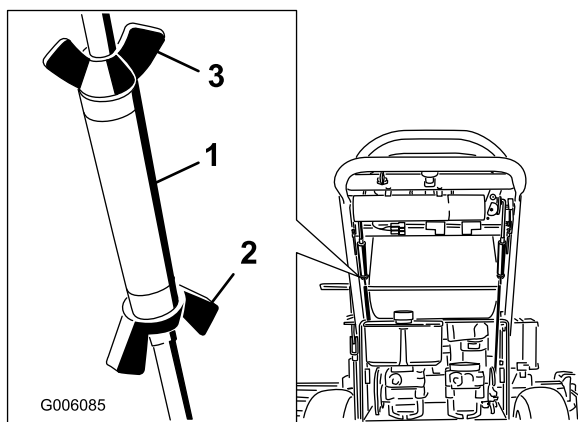

Figure 38
3. Desserrez les écrous à oreilles sur la tige de commande droite et tournez le tendeur dans un sens ou dans l'autre pour que le levier de commande droit soit centré en position de verrouillage au point mort. Fixez le tendeur en position avec les écrous à oreilles (Figure 38).
4. Desserrez les écrous à oreilles sur la tige de commande gauche et tournez le tendeur dans un sens ou dans l'autre pour changer la correction directionnelle. Fixez le tendeur en position avec les écrous à oreilles (Figure 38).